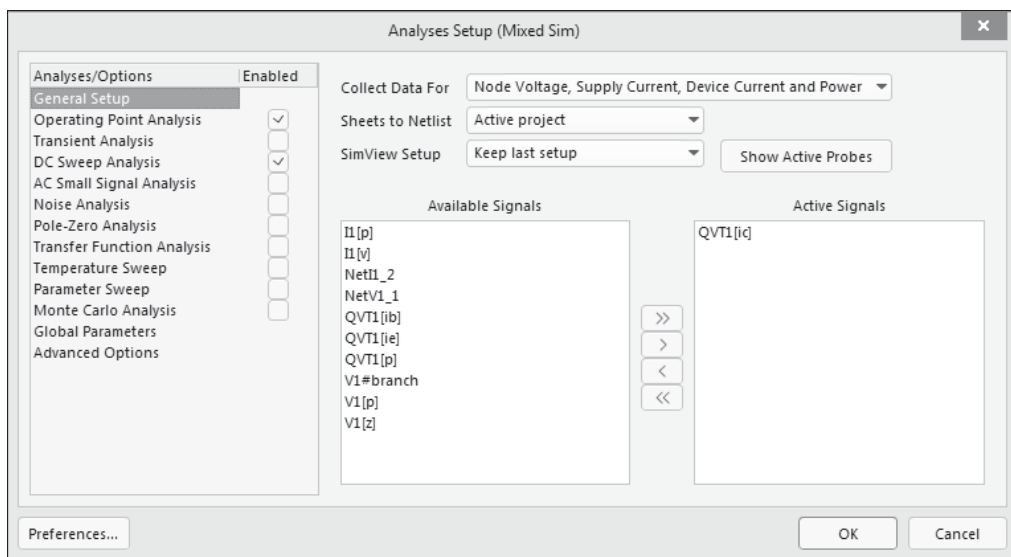
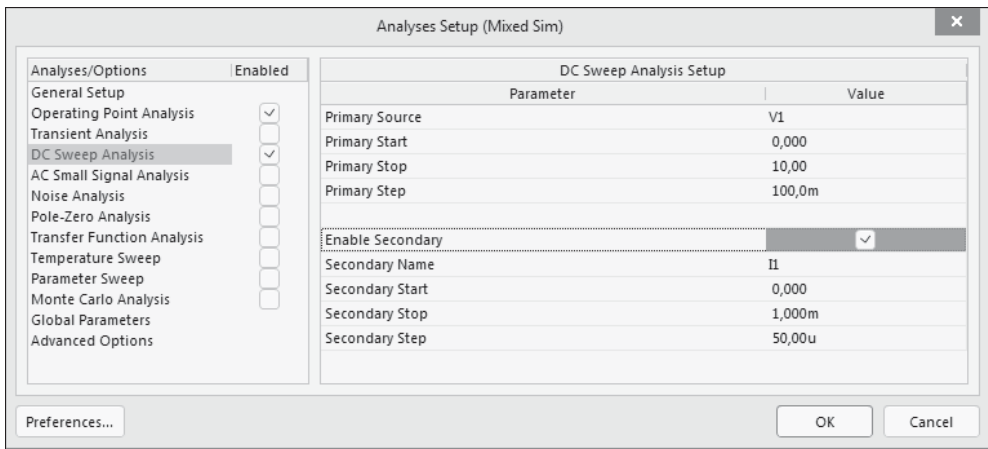

Рис. 8.8. Окно настройки режимов моделирования: общие настройки
Рис. 8.9. Окно настройки режимов моделирования: анализ по постоянному току — **DC Sweep Analysis**
1. Щелчком на кнопке **Edit Active Simulation Profile** меню **Mixed Sim** запустить процедуру настройки режимов моделирования — откроется окно настроек анализа **Analyses Setup** (рис. 8.8).
«стрелка вправо» перенесем это обозначение в список активных сигналов **Active Signals** (см. рис. 8.8);
3. Выбрать в списке **Analyses Options** (см. рис. 8.8) анализ по постоянному току (**DC Sweep Analysis**) — и установить соответствующий ему флажок в поле **Enabled**. В правой половине окна откроется набор опций настройки выбранного режима анализа (рис. 8.9).
4. В первичном цикле (**Primary Sweep**) производится вариация напряжения источника коллекторного питания V1. Установите следующие значения параметров первичного цикла (см. рис. 8.9):
2. Щелчком на кнопке **Edit Active Simulation Profile** в меню **Mixed Sim** открыть диалоговое окно настроек режимов анализа и на шаге общих настроек **General Setup** (см. рис. 8.8):
3. Выбрать в диалоговом окне, показанном на рис. 8.8, вид анализа **AC Small Signal Analysis** — анализ частотной характеристики. Откроется панель настройки режима **AC Small Signal Analysis Setup** (рис. 8.12).